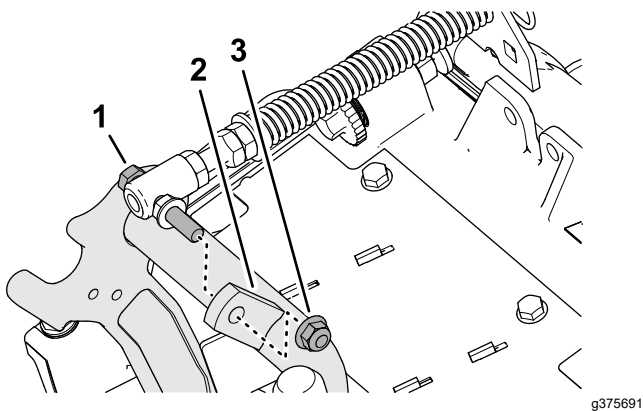

**Figura 9**
3. Retire la contratuerca con arandela prensada ( $\frac{3}{8}$ ") que fija el tornillo del muelle de compensación del césped a la pestaña derecha del bastidor de tiro, y retire el muelle de compensación de la unidad de corte (Figura 9).